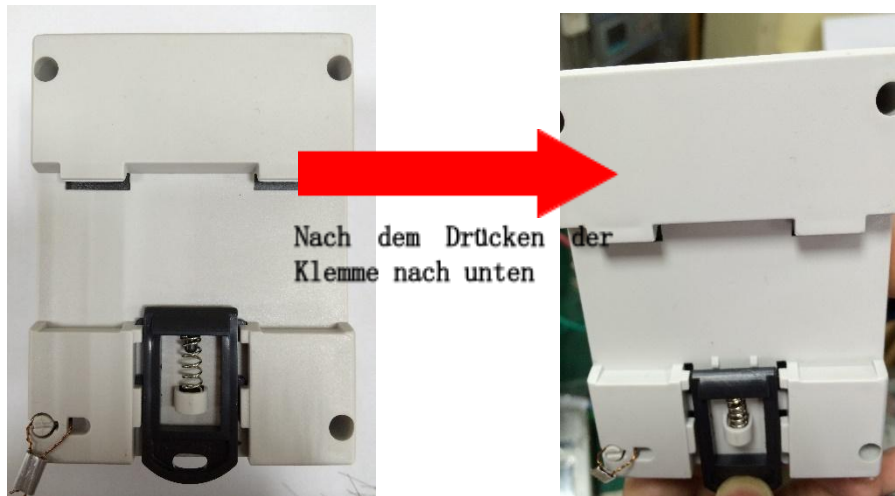

Abb.1 Abb.2
* Drücken Sie Klemme auf der Unterseite des Messgeräts nach unten (siehe Abb. 1 und Abb. 2):